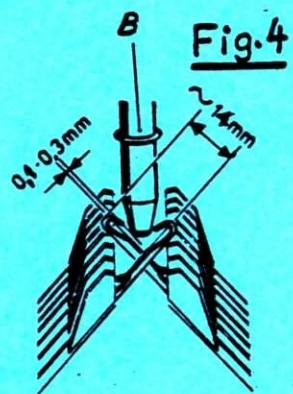

Fig.4
- a) Chariots sur position GX. Remonter environ 10 aiguilles sur la fonture avant et arrière, à chaque extrémité droite et gauche selon Fig. 4. Ouvrir les clapets des aiguilles.
- c) En poussant le chariot sur les aiguilles, le côté inférieur du bec-fil (B) doit se trouver le plus bas possible dans la croisée des aiguilles. Distance entre les aiguilles et le bec-fil 0,1 - 0,3 mm, sans toucher les aiguilles selon Fig. 4.